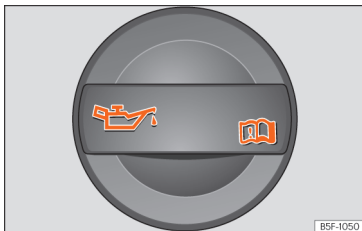

Abb. 290 Deckel der Motoröl-Einfüllöffnung im Motorraum
- Schrauben Sie den Deckel der Motoröl-Einfüllöffnung ab »» **Abb. 290**.